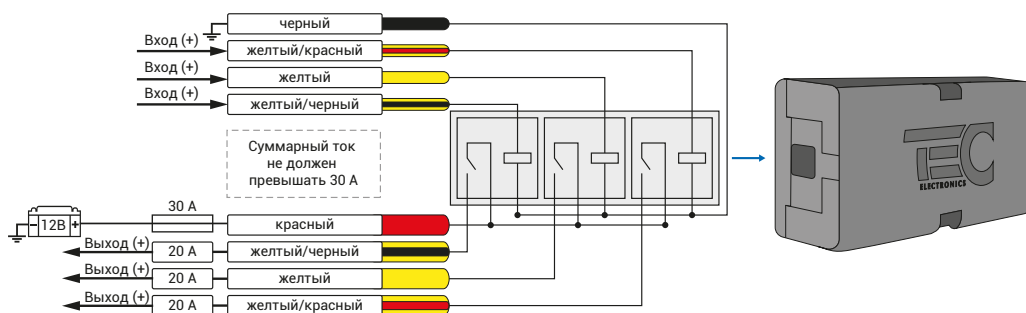
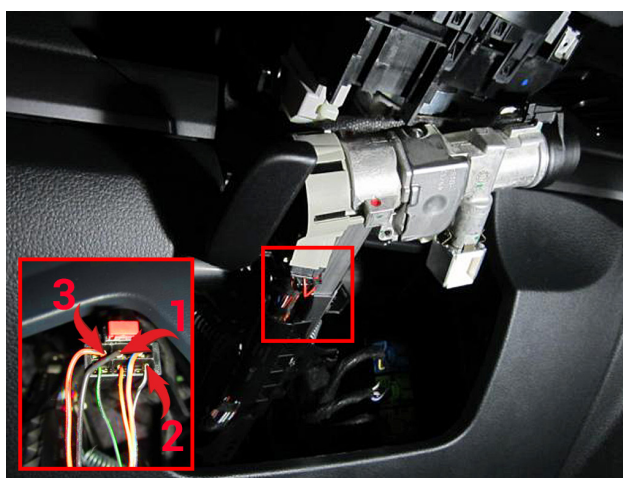

Рис.5 Релейный модуль TEC-4540
Рис.6 Место подключения к цепям запуска двигателя
2. Осуществите подключение цепей автозапуска, используя провода выделенные на рисунке №4. Подключение к автомобилю производится у замка зажигания (см. рис.6). Для подключения силовых цепей используйте релейный модуль TEC-4540 (см. рис. 5).